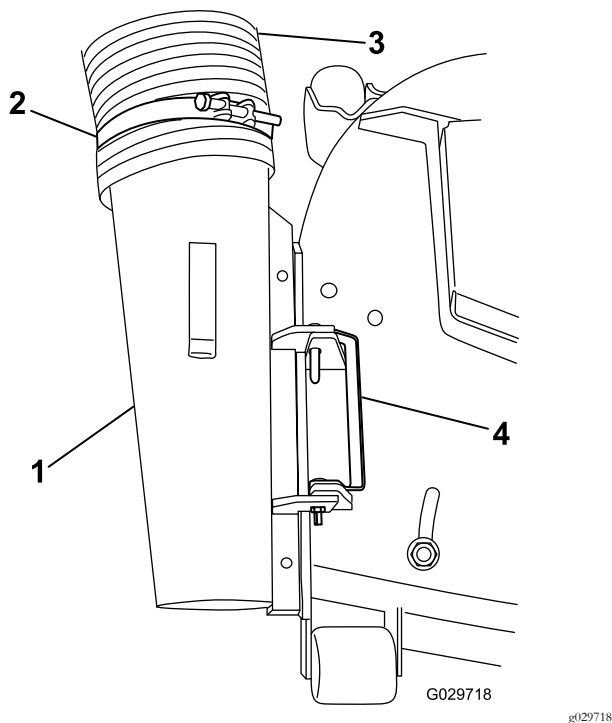

Bild 13
3. Befestigen Sie den Mähwerkadapter über der Öffnung im Mäher und befestigen ihn mit dem Stift und der Mutter, wie in Bild 13 abgebildet.
3. Entfernen Sie die Mutter und den Stift, mit denen der Mähwerkadapter am Mäher befestigt ist, und nehmen den Adapter (Bild 13) ab. Montieren Sie den Originalauswurfkanal aus Gummi.